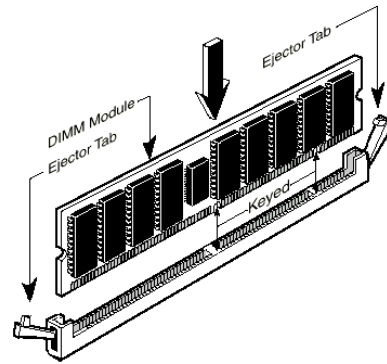

Figure 2-4. Memory module installation
Schritt 5. Das DIMM-Modul wie in der Abbildung gezeigt in die Erweiterungssteckfassung einschieben. Auf die Verzahnung des Moduls zur Übereinstimmung mit der Steckfassung achten. In der Abbildung 2-4 sind Einzelheiten dargestellt. **Dadurch wird sichergestellt, daß das DIMM-Modul nur in eine Richtung in die Fassung einmontiert werden kann.** Das DIMM-Modul fest in die DIMM-Fassung eindrücken und sicherstellen, daß das Modul fest in der DIMM-Steckfassung sitzt.